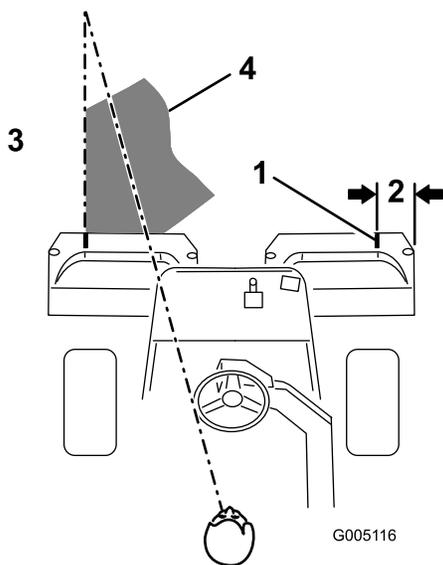

Figura 23
**Nota:** Para cortar em linha reta ao longo do relvado e de modo a conseguir manter uma distância equitativa entre a extremidade da zona de corte anterior, imagine uma linha de visão de aproximadamente 1,8 a 3 metros à frente da máquina até a extremidade da zona por cortar (Figura 23). Inclua a borda exterior da roda motriz na linha de visão; por exemplo, mantenha a borda da roda motriz alinhada com um ponto que se mantém sempre à mesma distância da dianteira da máquina.